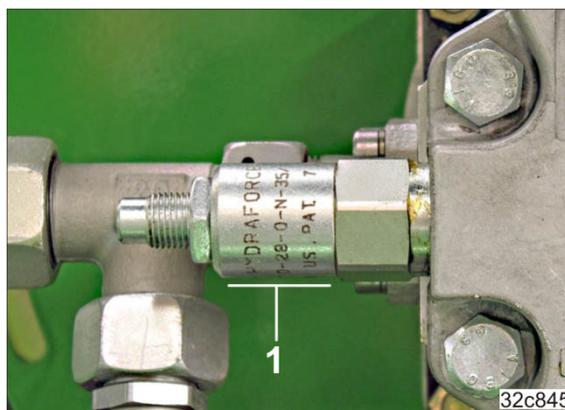

Fig. 163
- 2.1 Limiteur de pression avec contour extérieur rond (Fig. 163/1)